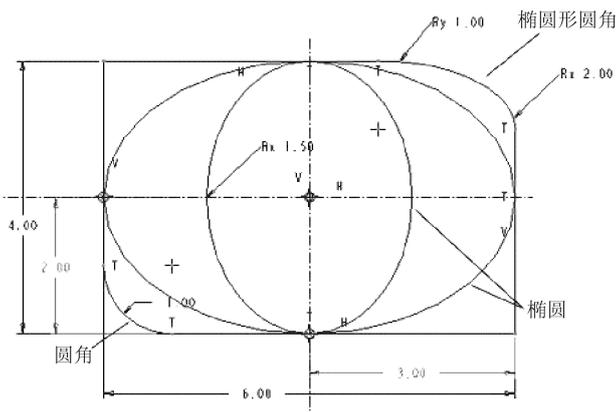

图 2-10 绘制圆角、椭圆形圆角和椭圆
【实例演练】 绘制如图 2-10 所示的图形。
(1) 单击直线工具栏中的 按钮，绘制两条中心线，作为绘制矩形、椭圆的基准。
(2) 单击工具栏中的 按钮，绘制大小为 6×4 的矩形。
(3) 单击草绘命令工具栏中的 按钮。绘制水平和垂直的两个椭圆，首先单击鼠标左键确定椭圆中心，然后移动鼠标将椭圆拖动至适当的大小后单击鼠标左键即可生成，尺寸如图 2-10 所示。
(4) 单击工具栏中的 按钮，选取矩形的左下角的两条边，单击鼠标左键确认。
(5) 单击工具栏中的 按钮，选取矩形的右上角的两条边，单击鼠标左键确认。